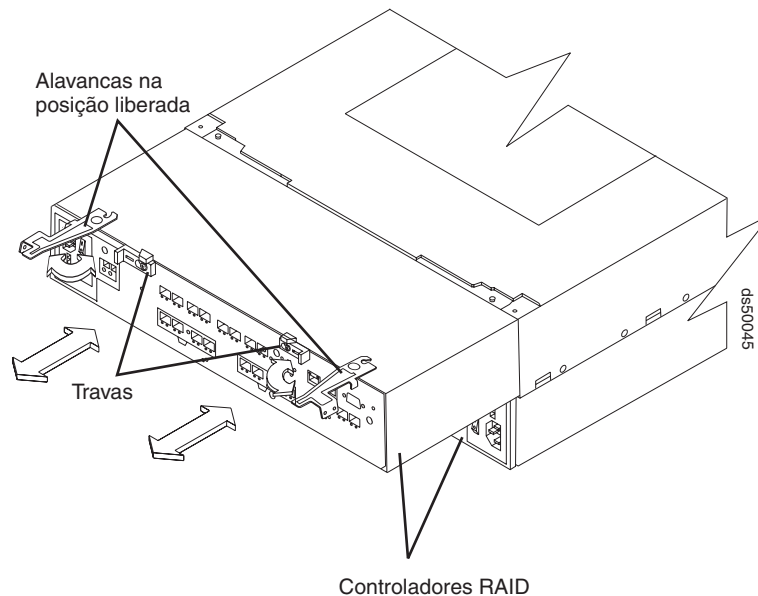

Figura 114. Removendo o Controlador do Subsistema de Armazenamento
- b. Utilize as alavancas para deslizar o controlador do chassi do subsistema de armazenamento (A Figura 114 mostra um controlador sendo deslizado do chassi do subsistema de armazenamento).